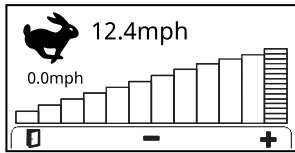

図 28
- 走行速度調整画面 (図 28) ボタンを押すとこの画面にアクセスできます。カッティングユニットが動作位置 ( ) にあるとき、カッティングユニットが移動走行位置 ( ) にあるときの最大速度を調整します。